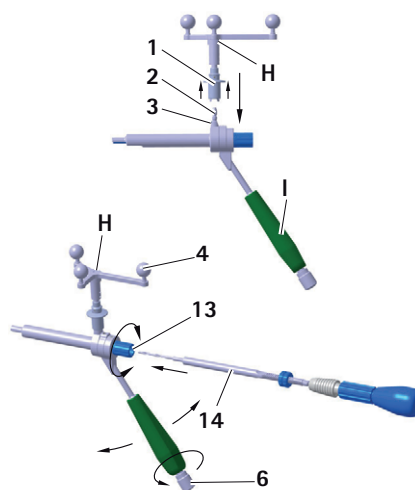

Fig. 10 Montering af Aesculap-stjerneenhed på S⁴C-styremuffe til skruer med glat skaft
- For at sikre at kameraet har frit udsyn til de reflekterende markeringsskugler, løsnes knap 6 på S⁴C-håndtaget på S⁴C-styremuffe I, og Aesculap-stjerneenheden H drejes til den ønskede position. se Fig. 10.